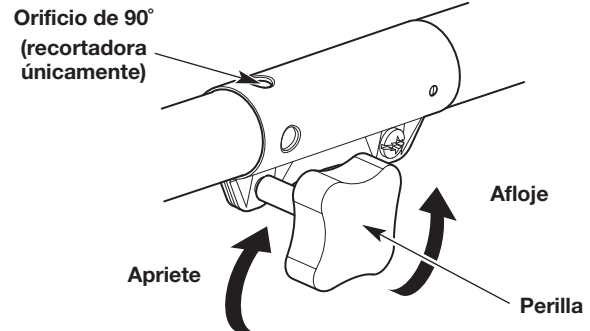

Fig. 8
3. Gire la perilla en el sentido contrario a las agujas del reloj para aflojar el acoplador (Fig. 8).
6. Gire la perilla en el sentido de las agujas del reloj para apretar el acoplador (Fig. 8).
NOTA: Para un reborde decorativo con un accesorio de recorte, trabe el botón de liberación en el orificio de 90° (Fig. 8).
2. Gire la perilla en el sentido contrario a las agujas del reloj para aflojar el acoplador (Fig. 8).